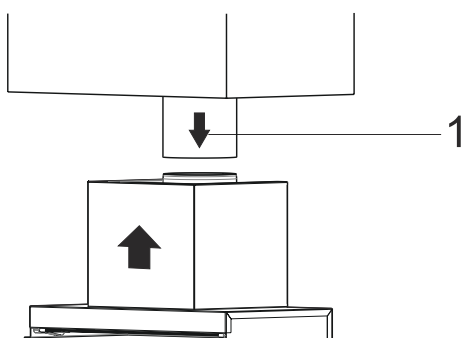

Fig. 11
2. Placez le tuyau d'évacuation de l'air sur le conduit en plastique de la hotte (Fig. 11).
Placez la surface avant de la hotte en contact total avec la surface avant du placard. (Fig. 11).